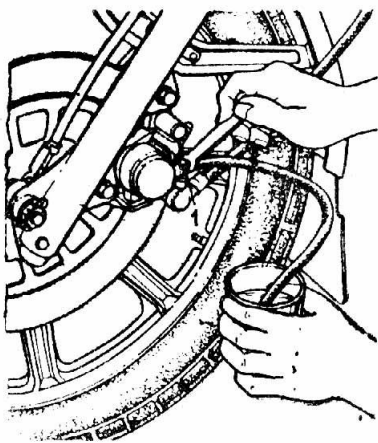

Рис. 29. Замена тормозной жидкости в гидравлическом приводе тормоза переднего колеса:
- снять колпачок с клапана выпуска воздуха 1 (рис. 29), на головку клапана надеть резиновую трубку, второй конец которой опустить в сливную емкость и отвернуть клапан на 1 ... 1,5 оборота;